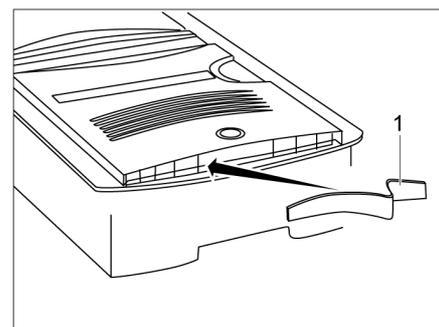

Bild 183 Ausblasfilter
- Ausblasfilter (Bild 183,1) herausziehen.
- Neuen Ausblasfilter von der Mitte aus nach links und anschließend nach rechts schieben (Bild 183).